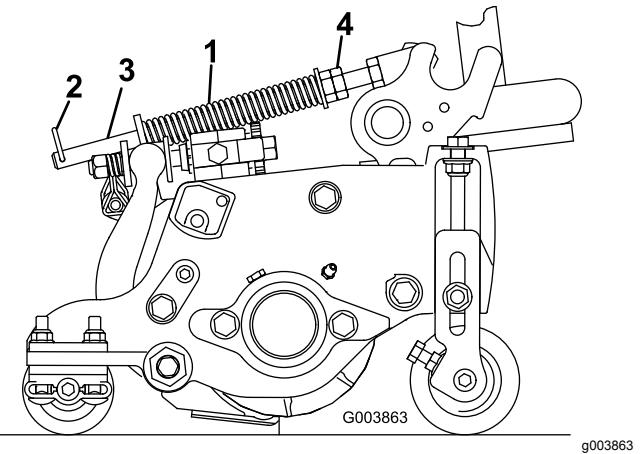

Figure 15
Le ressort de compensation (Figure 15) transfère aussi le poids du rouleau avant au rouleau arrière. (Cela évite la formation d'ondulations à la surface de la pelouse.)
1. Vérifiez que la goupille fendue est insérée dans le trou de la tige de ressort (Figure 15).
2. Serrez les écrous hexagonaux sur l'extrémité avant de la tige de ressort jusqu'à ce que la longueur du ressort comprimé soit égale à 12,7 cm (5 po) sur le Reelmaster 5410 à tabliers de coupe de 12,7 cm (5 po) ou à 15,9 cm (6,25 po) sur le Reelmaster 5510 à tabliers de coupe de 17,8 cm (7 po) (Figure 15).